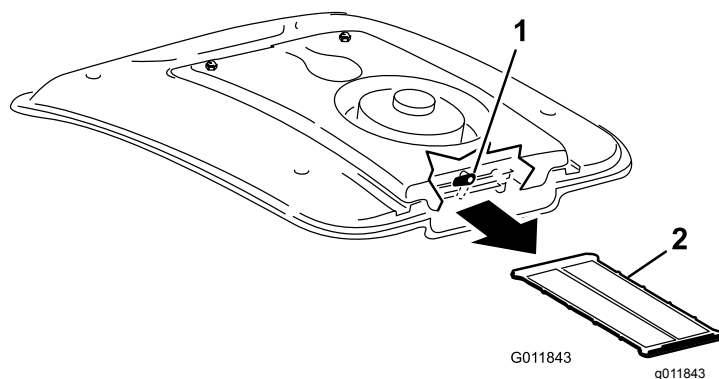

Figura 117
2. Ruotate di lato il dispositivo di chiusura sulla parte posteriore del supporto della ventola (Figura 117).
3. Estraiete la griglia A/C da sotto la serpentina refrigerante (Figura 117).
4. Pulite accuratamente la griglia con aria compressa (Figura 117).